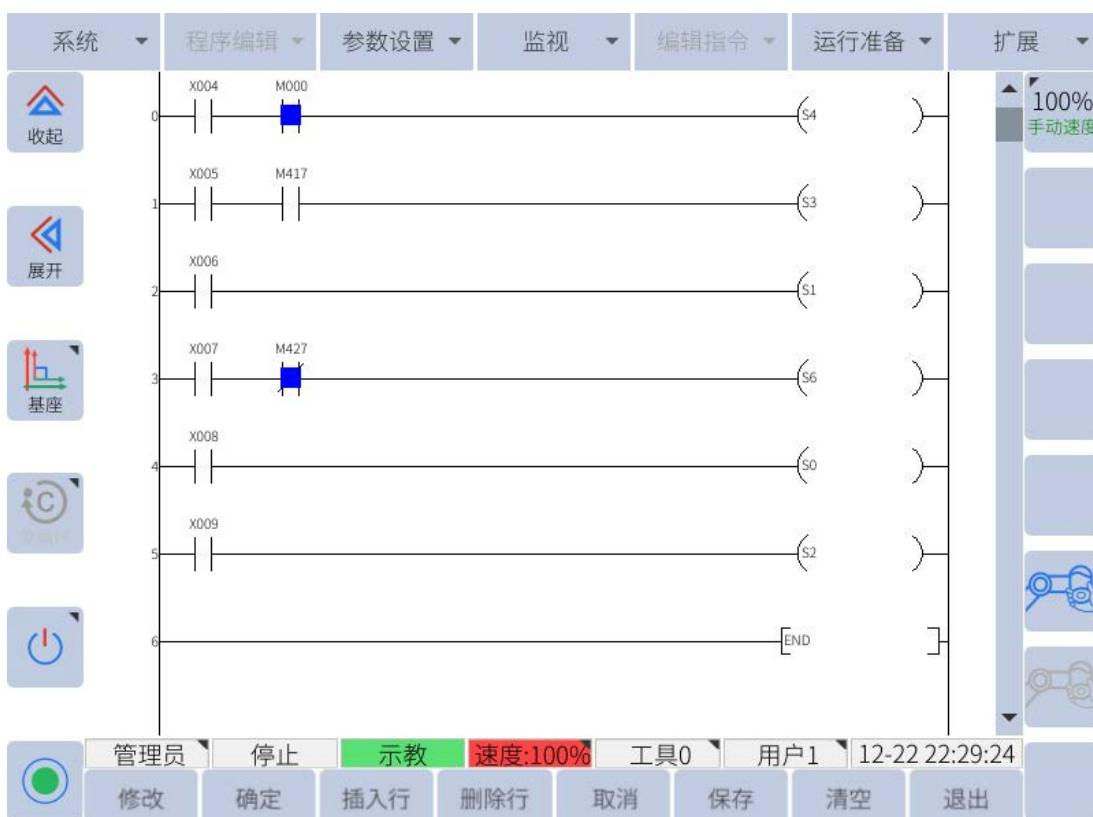

图 10-3：如何设置 PLC 使机器人跳转至主程序的示例
如图 10-3 所示是一个 PLC 程序示例，用户可以创建该程序以运行主程序。
4. 选择“**扩展 -> 用户 PLC**”，编辑如下 PLC 样例程序，如图 10-3 所示：